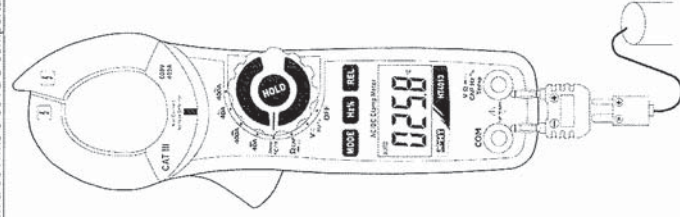

Fig. 8: Uso della pinza per misura di Temperatura
3. Inserire la sonda a filo tipo K in dotazione nel terminale di ingresso **VΩ→I→CAPHz%**Temp e **COM** tramite l'opportuno adattatore, rispettando la polarità mostrata in Fig. 8. Il valore della temperatura è mostrato a display